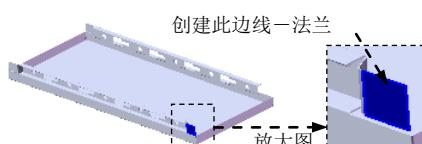
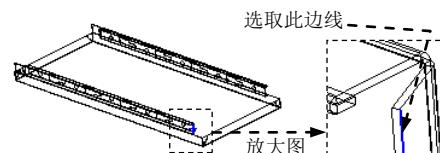

图 17.6.49 创建边线一法兰 20
图 17.6.50 定义特征的边线
Step24. 用相同的方法创建另一侧的边线一法兰 20 (图 17.6.49)，边线法兰的边线如图 17.6.50 所示。详细操作过程参见 Step20。